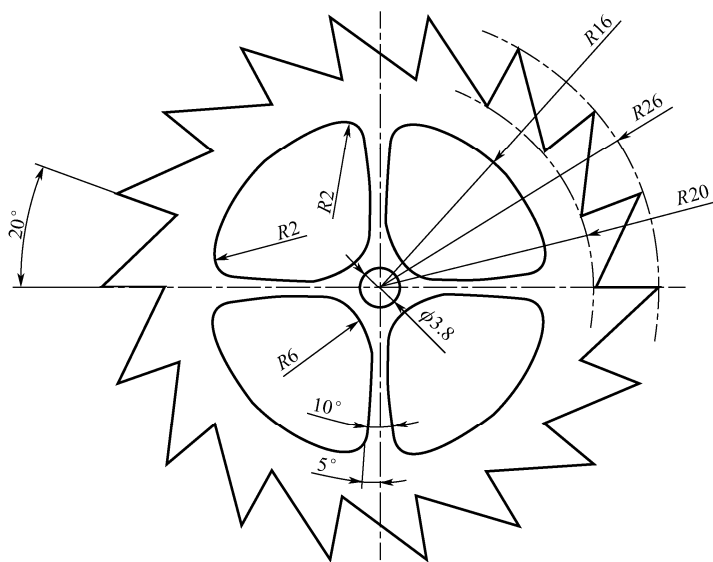

图 8-31 任务图 8-1
1. 绘制如图 8-31 所示的图形,并将其输出为 PDF 文件。